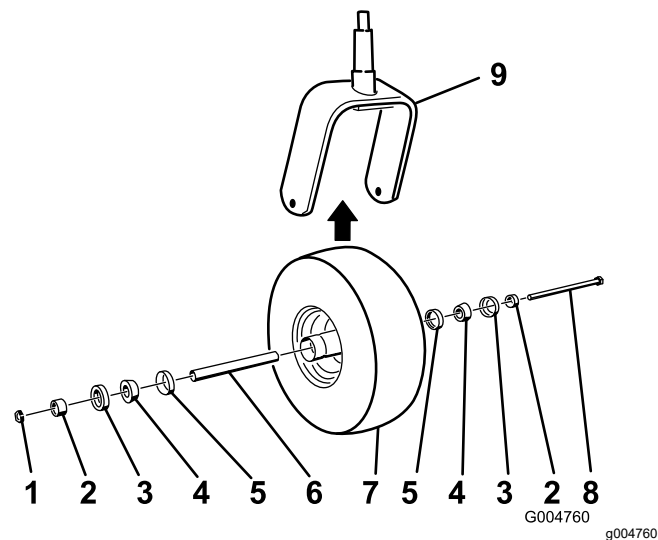

Figure 43
2. Retirez le contre-écrou du boulon (Figure 43).
5. Montez la roue pivotante en poussant les roulements à rouleaux coniques et les joints, garnis de graisse, dans le moyeu, en les positionnant comme indiqué à la Figure 43.